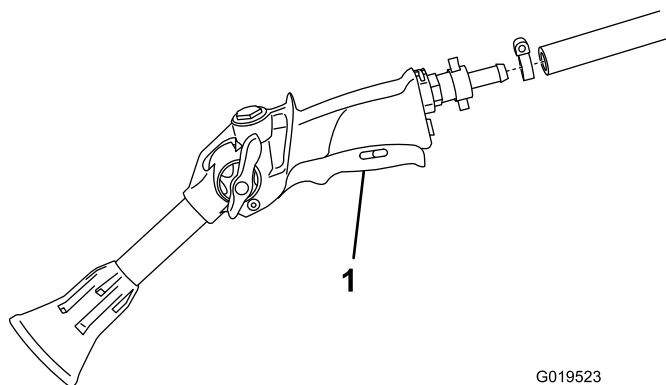

図 12
3. 長いホースの自由側の端部をスプレーガンのフィッティングにつなぐ（図 12）。